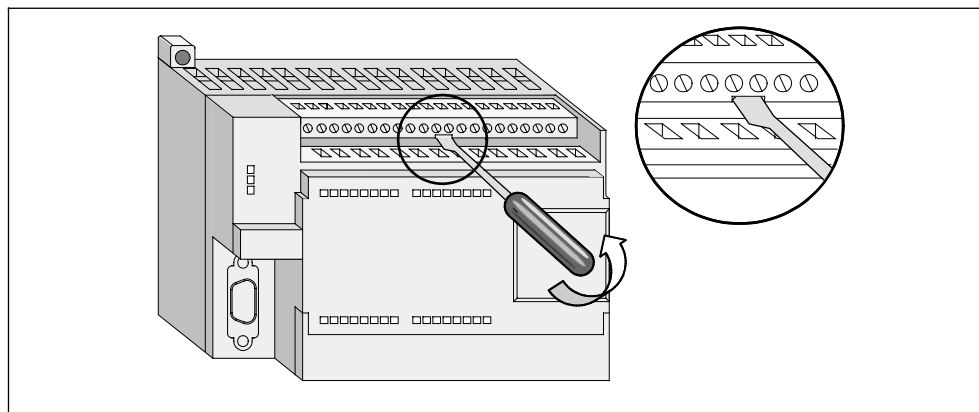

图 42 CPU 224 或 I/O 扩展模块的可拆卸端子连接器
采用可拆卸的端子连接器 采用可拆卸的端子连接器(图 42)可以保证当拆卸和重新安 装 S7-200 CPU 和 I/O 模块 时现场接线固定不变。
2. 如图 42 所示，把螺丝刀插入端子块中央的槽口中。